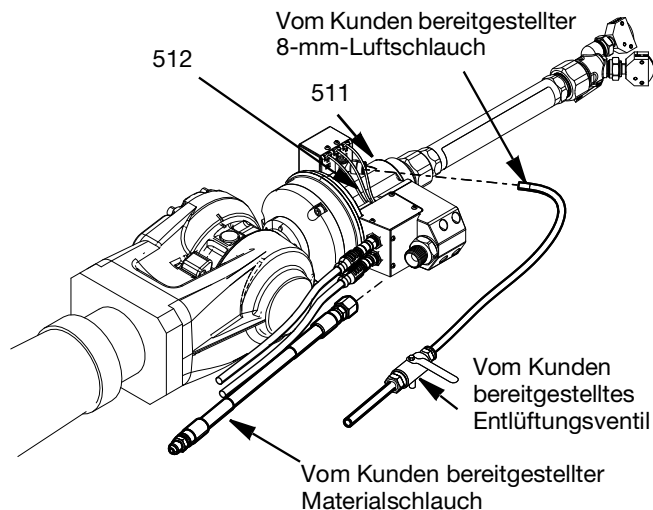

ABB. 7
Die Luftzufuhr wird an die Switch 3D Edelstahl-Pistole mit einem 8-mm-Polyurethanschlauch an den Winkel-Drehgelenkanschluss (512) an der Seite des Drehgelenkgehäuses (511) angeschlossen. Der Kunde muss ein Entlüftungsventil zwischen Luftzufuhr und Switch 3D Pistole-Anschluss installieren. Siehe ABB. 7.
Der Materialzufuhrschlauch wird mit einem vom Kunden gelieferten Fitting an die Switch 3D Edelstahl-Pistole angeschlossen. Das Einlassgewinde ist 1/2 Zoll. BSPP Siehe ABB. 7.
3. Den gesamten Druck in den Luftleitungen durch Absperren des von Kunden angebrachten Entlüftungsventils entlasten. Siehe ABB. 7.
4. Wenn die Düsen Spitze oder der Materialschlauch verstopft sind oder wenn der Druck nach Durchführung der obigen Schritte nicht vollständig entlastet wurde, lösen Sie den kundenseitig gelieferten Materialschlauch sehr langsam vom 1/2 Zoll. BSPP-Einlassanschluss (604), (siehe ABB. 7).